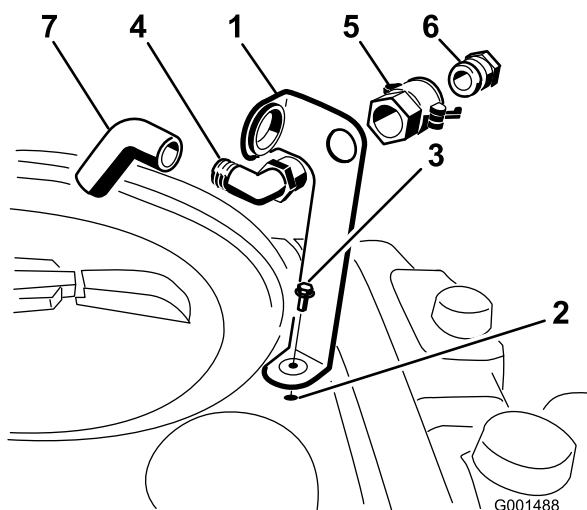

図 3
1. タンクに開けてあるネジ穴に合わせて補給口ブラケットをセットし、フランジヘッド・ボルト (5/16 x 3/4 インチ) で固定する (図 3)。
2. 90度エルボのネジ切りしている側をブラケットに通し、クイック・カップラでブラケットに固定する (図 3)。
3. クイック・カップラにホース・アダプタを取り付ける (図 3)。
4. カップラについているレバーをアダプタ側に倒してロックし、ヘアピンコッターで固定する (図 3)。
5. 逆流防止ホースを、ブラケットの大きな開口部に通してから、90度エルボに取り付ける (図 3)。